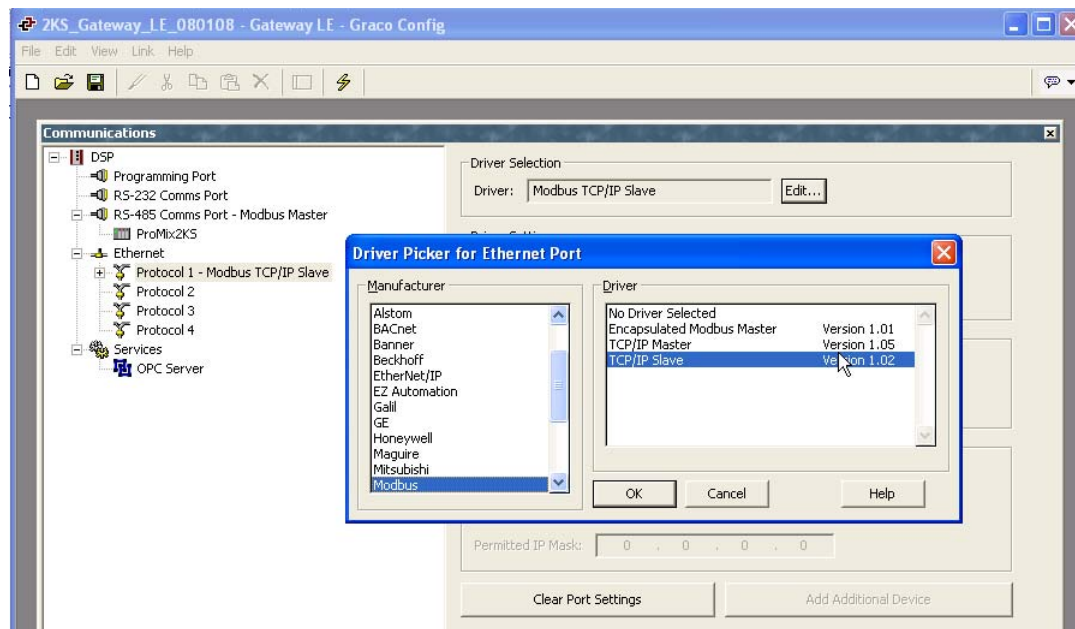

FIG. 20: Protocol selecteren
2. Zie FIG. 20. Protocol 1 markeren. Klik op de Edit (Bewerken) knop aan de rechterzijde van het venster om het venster 'Driver Picker' te openen. Kies een protocol uit